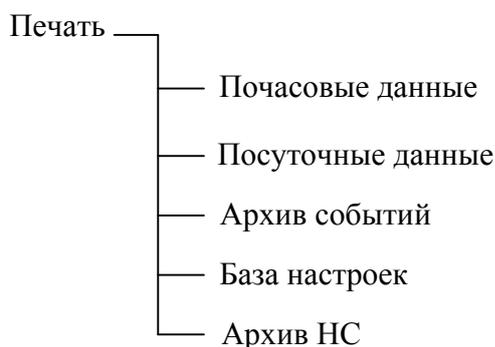

Рисунок 5
2.5.12 Пункт «Печать» предназначен для вывода данных на устройство печати и состоит из следующих подпунктов (рисунок 5).